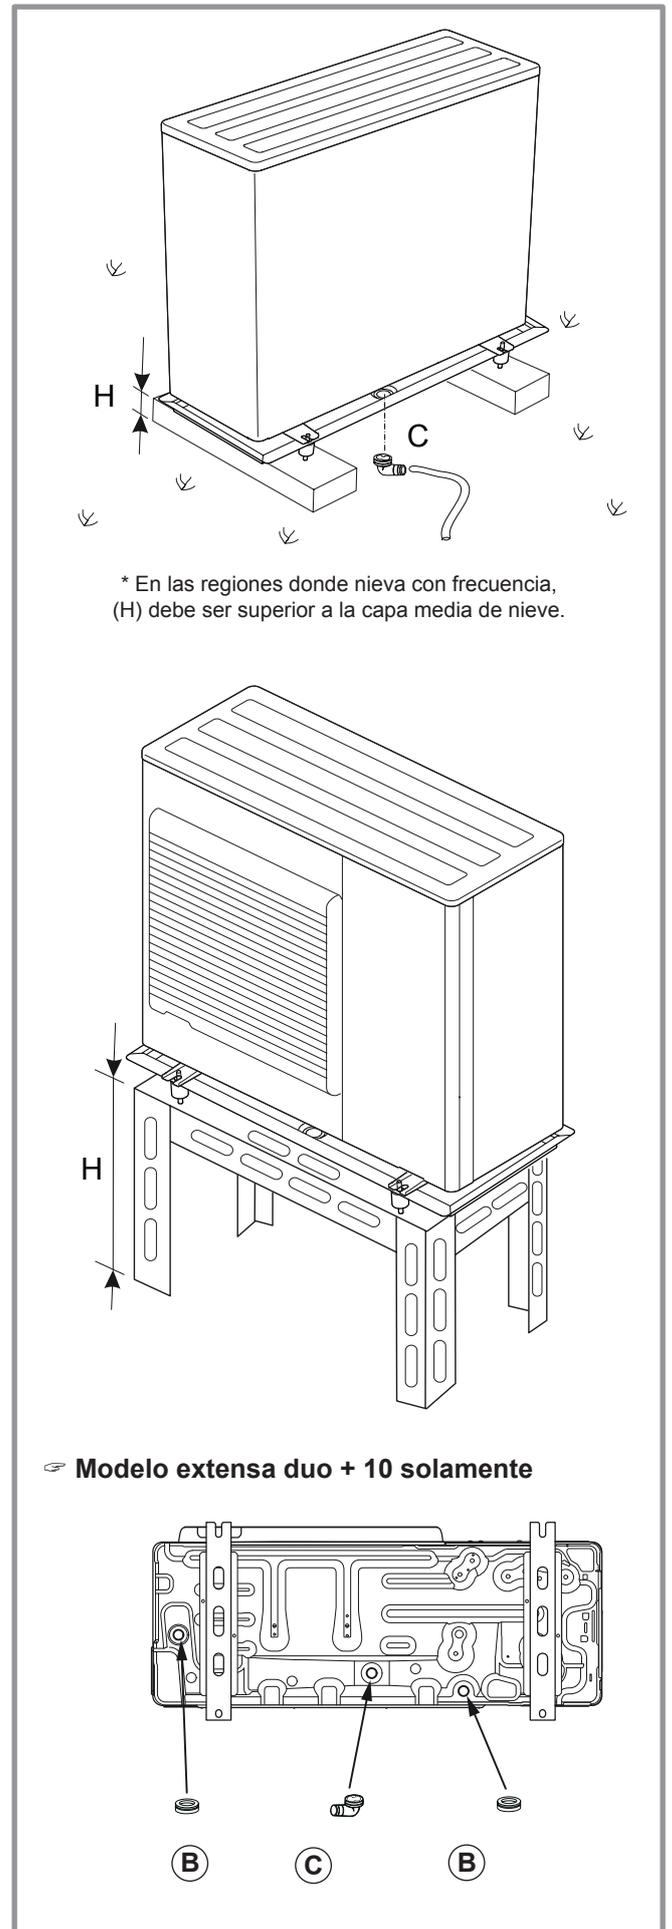

figura 13 - Colocación de la unidad exterior, evacuación de condensados
- En funcionamiento, puede evacuarse agua del aparato. No instalar el aparato en una terraza, sino preferiblemente en un lugar drenado (lecho de grava o arena). Si la instalación se realiza en una región donde la temperatura pueda ser inferior a 0 °C durante un largo periodo de tiempo, verificar que la presencia de hielo no represente ningún peligro. También se puede conectar un tubo de evacuación en la unidad exterior (figura 13).
La unidad exterior debe tener una sobreelevación de al menos 50 mm en relación con el suelo. En las regiones donde nieva, esta altura debe aumentarse pero no debe superar 1,5 m (figura 13).
(ver figura 13)